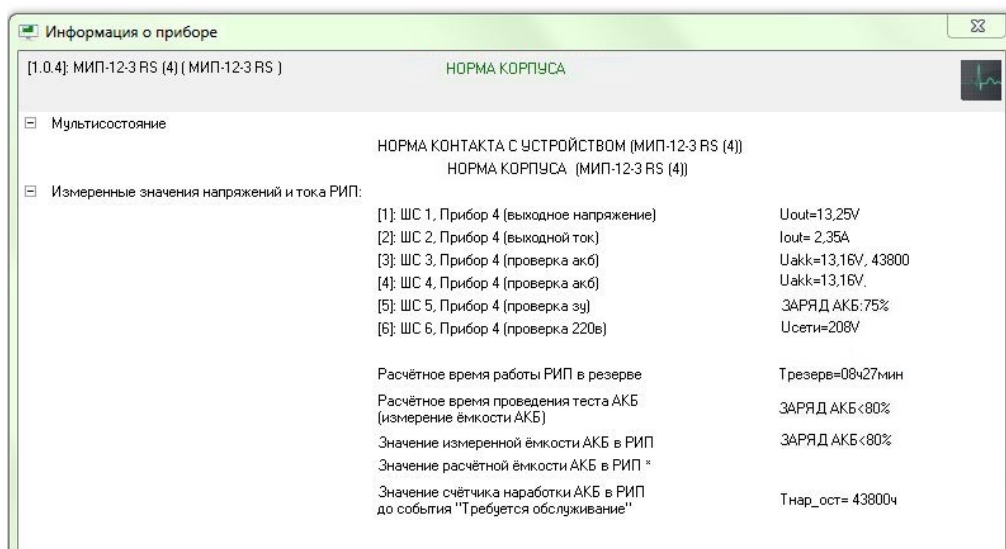

Рис.4 Окно информации о приборе в АРМ «Орион Про»
*Примечание. Пиктограмма прибора «МИП-12-3А RS» должна быть добавлена на план помещения. Отобразится окно с информацией о приборе (Рис. 4).*